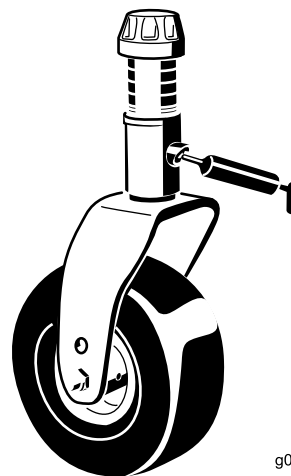

Figura 43
- Dois casquilhos de eixo da forquilha da roda giratória (Figura 43)